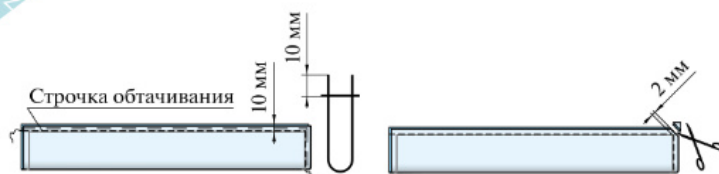

Рис. 6.34. Обработка деталей
2. Деталь бретелей и пояса *обтачайте* с двух сторон шириной шва, равной 10 мм, удалите строчку временного назначения (СВН), припуски шва в углах срежьте на расстоянии 2 мм от строчки обтачивания (рис. 6.34).